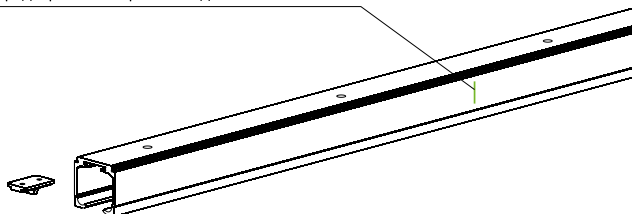

Рис.1
❶ Произведите разметку расположения ответной планки доводчика в верхней направляющей из расчета: 265 мм от края двери до середины планки (рис.1). Затем установите ответную планку в специальный паз верхней направляющей.